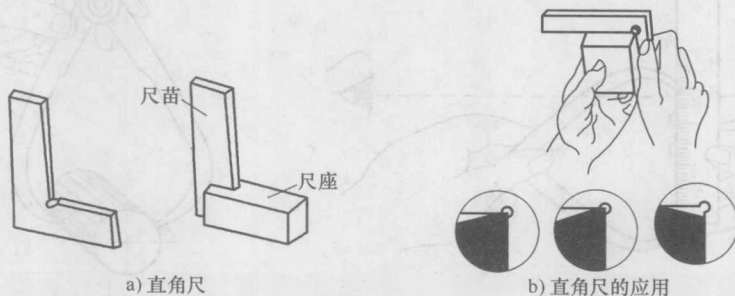

图 1-9 直角尺
(1) 直角尺 直角尺两条边成 90° , 主要用来检验工件表面的垂直度或刻划垂直线。测量工件时角尺宽边与基准面贴合, 以窄边靠向被测平面, 以塞尺检查缝隙大小来确定垂直度误差, 如图 1-9 所示。